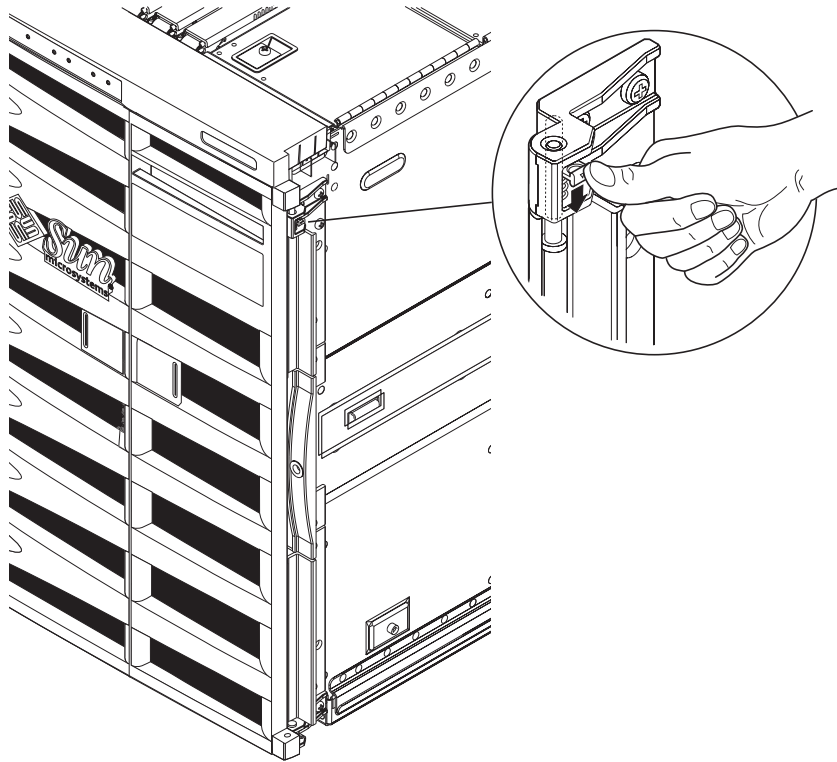

FIGURA 1-6 Liberación del mecanismo del pasador de la puerta
1. Retire las puertas del marco frontal (FIGURA 1-6).